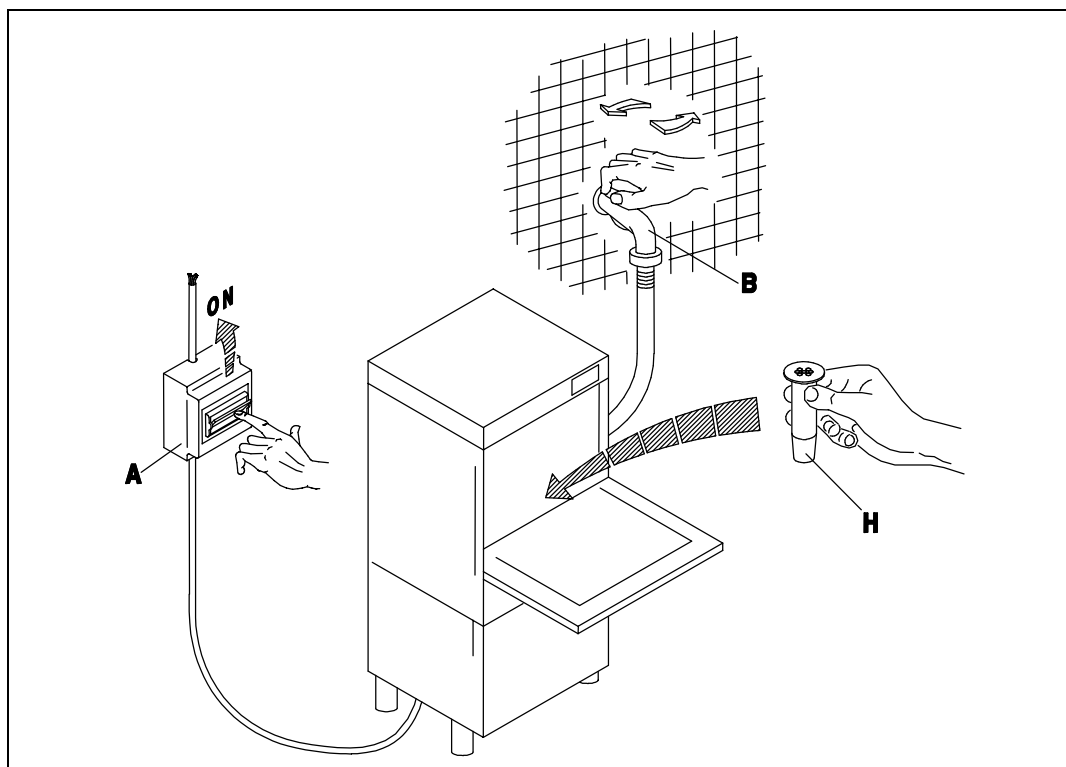

Fig. 3-1
- Aprire il rubinetto dell'acqua (B), inserire l'interruttore generale (A). Attivare l'interruttore principale dell'apparecchio (1), ne conseguirà l'accensione della spia (A) evidenziando che la macchina è sottoposta a tensione. A porta chiusa l'apparecchio si riempie d'acqua e alla fine del carico, si inseriscono automaticamente le resistenze della vasca e del boiler in alternanza. Il funzionamento delle resistenze è reso visibile dall'accensione delle spie (D) ed (E). Quando entrambe le spie si spengono l'acqua avrà raggiunto le temperature impostate e l'apparecchio sarà pronto per iniziare il lavaggio. (fig. 3-1÷3-2)
- Turn on the water tap (B) and switch on the master switch (A). Turn the appliance ON switch (1), which will cause the warning light (A) to illuminate, indicating that the machine is live. When the door is closed the appliance fills with water. When it is full, the tub and boiler heating elements come on automatically in alternation. When the elements are activated, the warning lights (D) and (E) are illuminated. When both warning lights go out the water has reached the set temperature and the appliance is ready to begin the washing cycle. (fig. 3-1÷3-2)
- Öffnen Sie den Wasserhahn (B) und betätigen Sie den Hauptschalter (A). Beim Betätigen des Hauptschalters (1) am Geschirrspüler wird die Anzeige (A) aufleuchten, an der Sie erkennen können, daß die Maschine unter Spannung steht. Bei geschlossener Tür läuft Wasser in die Maschine; ist die nötige Wassermenge einmal erreicht, so schalten die Widerstände des Spülbehälter und des Boilers automatisch eines nach dem anderen, ein. Der Betrieb der Widerstände wird durch das Aufleuchten der Anzeigen (D) und (E) erkennbar. Beide Leuchtanzeigen erlöschen, wenn das Wasser eine vorbestimmte Temperatur erreicht hat, d. h. wenn die Maschine betriebsbereit ist. (fig. 3-1÷3-2)
- Ouvrir le robinet (B) et insérer l'interrupteur général (A). Ouvrir l'interrupteur principal de l'appareil (1), le voyant (A) s'allumera ce qui signifie que la machine est branchée. L'appareil se remplit d'eau avec porte fermée et à la fin du chargement les éléments chauffants de la cuve et du boiler entrent automatiquement en action en alternance. Les voyants (D) et (E) s'allument quand les éléments chauffants fonctionnent. Les deux voyants s'éteignent dès que l'eau a atteint la température programmée et l'appareil est prêt pour commencer le lavage. (fig. 3-1÷3-2)
- Abrir el grifo del agua (B), conectar el interruptor general (A). Activar el interruptor principal del aparato (1); el encendido de la luz testigo (A) indica que la máquina está en tensión. Con puerta cerrada el aparato se llena de agua y cuando la carga esté terminada se conectarán automáticamente las resistencias del tanque y de la caldera en la alternación. El funcionamiento de las resistencias es señalado por el encendido de las luces indicadoras (D) y (E). Cuando ambas luces se apaguen, el agua habrá alcanzado la temperatura programada y el aparato estará listo para empezar el lavado. (fig. 3-1÷3-2)
- Abrir a torneira de água (B), acionar o interruptor geral (A). Acionar o interruptor principal do aparelho (1), a luz (A) se acende evidenciando que a máquina esta sob tensão. Uma vez fechada a porta se enche de água e no final, as resistencias do cuba e do boiler começam a funcionar automaticamente na alternção. As luzes (D) e (E) indicam o funcionamento das duas resistencias. Quando ambas se apagarem é porque a temperatura alcançou seu nível desejado e a máquina estará pronta para iniciar a lavagem. (fig. 3-1÷3-2)
- Draai de waterkraan (B) open en schakel de hoofdschakelaar (A) in. Schakel de hoofdschakelaar van het apparaat (1) in waarna het lampje (A) gaat branden waaruit blijkt dat de machine onder stroom staat. Als de deur dichtgedaan wordt, loopt het apparaat vol met water en na afloop van het vollopen worden de verwarmingselementen van de kuip en van de boiler automatisch ingeschakeld in de afwisseling. De werking van de verwarmingselementen blijkt uit het feit dat de lampjes (D) en (E) gaan branden. Als allebei de lampjes uitgaan dan heeft het water de ingestelde temperatuur bereikt en is het apparaat klaar om met het afwasprogramma te beginnen. (Afb. 3-1 - 3-2)
- A riempimento avvenuto, aprire la porta (I) e introdurre il detersivo (ca. 2 gr. per litro di capacità della vasca). Inserire il cesto (L) carico e chiudere la porta (I). Selezionare il ciclo di lavaggio inserendo il pulsante (4) (ciclo breve (II) tasto premuto ÷ ciclo lungo (I) tasto rilasciato). A questo punto premere il pulsante START (3) (almeno per 2 secondi) e avrà inizio il ciclo di lavoro visualizzato dalla lampada spia (C): la fine del ciclo coincide con lo spegnimento di questa spia. Per spegnere la macchina si dovrà disinserire l'interruttore (1) portandolo nella posizione (0) spia (A) spenta. (Fig.3-1÷3-3).
- Lorsque le remplissage est terminé, ouvrir la porte (I) et verser le détersif (environ 2 g pour chaque litre remplissant la cuve). Introduire le panier (L) plein et fermer la porte (I). Sélectionner ensuite le cycle de lavage en actionnant le bouton-poussoir (4) (cycle court (II) touche enfoncée ÷ cycle long (I) touche relâchée). A ce stade, presser le bouton-poussoir START (3) (au moins 2 secondes) et le cycle de fonctionnement commencera, visualisé par la lampe-témoin (C). La fin du cycle coïncide avec l'extinction de ce voyant. Pour arrêter la machine, il faudra débrancher l'interrupteur (1) en le ramenant sur la position (0): lampe-témoin (A). (Fig.3-1÷3-3).
- Después del llenado, abra la puerta (I) y vierta el detergente (2 gramos aproximadamente por litro de capacidad de la cuba). Introduzca el cesto (L) carga y cierre la puerta (I). Seleccione el ciclo de lavado por medio del selector (4) (ciclo breve (II) tecla pulsada ÷ ciclo largo (I) tecla soltada). Pulse ahora START (3) (almenos durante 2 segundos) para arrancar el ciclo de trabajo: se enciende la luz testigo (C), que se apagará al final del ciclo. Para apagar la máquina desconecte el interruptor (1) posición 0, luz testigo (A) apagada. (Fig.3-1÷3-3).
- Doe na het vollopen de deur open (I) en doe er afwasmiddel in (ongeveer 2 g per liter inhoudscapaciteit van de kuip). Doe de beladen korf (L) erin en doe de deur (I) dicht. Stel het afwasprogramma in door op de knop (4) te drukken (kort programma (II) toets ingedrukt – lang programma (I) toets losgelaten). Druk nu op de START knop (3) waarna (minstens 2 seconden) het afwasprogramma zal beginnen dat aangegeven wordt door het controlelampje (C): het einde van het programma valt samen met het uitgaan van dit lampje. Om de machine uit te schakelen moet u de schakelaar (1) uitschakelen door hem op de stand (0) te zetten, lampje (A) uit (Afb. 3-1 ÷ 3-3).